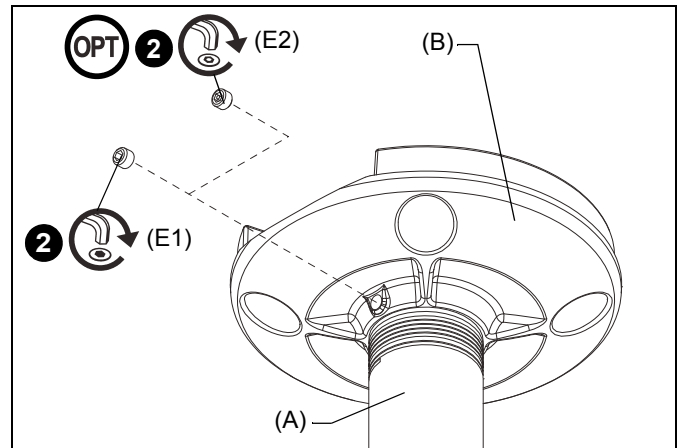

Figura 7
1. Coloque el tubo fijo (A) de 3" en el cuello roscado de la placa para cielo raso (B) hasta que ajuste, de manera que coincidan al menos cuatro roscas. (Consulte Figura 7)
2. Asegure la columna de extensión con uno de los siguientes procedimientos: (Consulte Figura 7)
- Enrosque un tornillo de fijación (E1) de 5/16" x 1/4" en el orificio roscado de la placa para cielo raso (B) y ajústelo firmemente contra la columna.
- **OPCIONAL:** Con una llave hexagonal de 5/32", enrosque un tornillo de fijación de seguridad (E2) de 5/16" x 1/4" en el orificio roscado de la placa para cielo raso (B), y ajuste firmemente contra la columna.